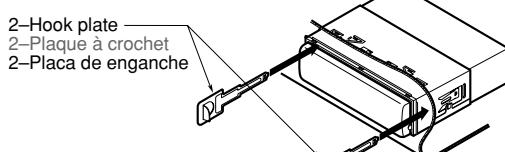

Figure 13 / Figure 13 / Figura 13
4. Insert and lock the hook plates. (Figure 13)
4. Insérer et verrouiller les plaques à crochet. (Figure 13)